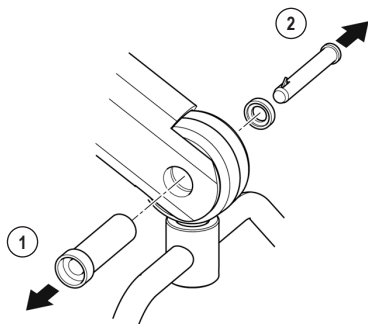
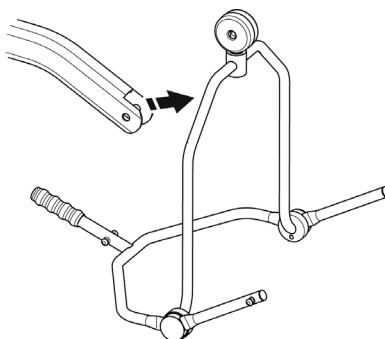

Fig. 3
Fig. 4
2. Estrarre il perno (Fig. 3, n. 1).
3. Sostenere il bilanciamento e, quindi, tirare il manicotto del perno (Fig. 3, n. 2) in direzione opposta estraendolo completamente dal braccio di sollevamento. Il bilanciamento per il sollevamento si sbloccherà completamente (Fig. 4).